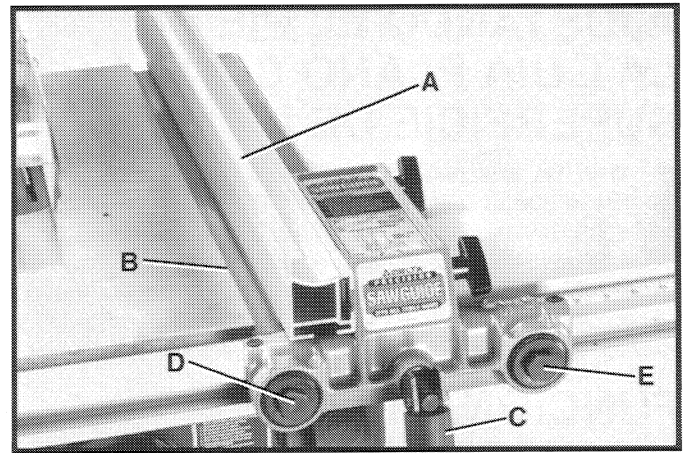

Fig. 75
La guía (A) Fig. 75 debe ajustarse de manera que sea paralela a las ranuras de la escuadra de ingletes (B). Para verificar y ajustar, mueva la guía (A) hasta que el borde inferior delantero de la guía esté en línea con el borde de la ranura de escuadra de ingletes, como puede verse aquí, y empuje la palanca de abrazadera de la guía (C) hacia abajo. Revise que la guía esté paralela a la ranura de la escuadra de ingletes a lo largo de la mesa. Si se debe mover el dorso de la guía, apriete o afloje ligeramente uno de los tapones de ajuste (D) o (E) Fig. 75, utilizando la llave de árbol o una llave de 7/8 pulg., hasta que la guía quede paralela con la ranura de la escuadra de ingletes. **IMPORTANTE: NO APRIETE LOS TAPONES DE AJUSTE (D) Y (E) FIG. 75 EXCESIVAMENTE. SE REQUIERE UN MOVIMIENTO MINIMO DE DICHS TAPONES DE AJUSTE CUANDO SE VA A AJUSTAR LA GUIA PARALELAMENTE CON LA RANURA DE LA ESCUADRA DE INGLETES.**